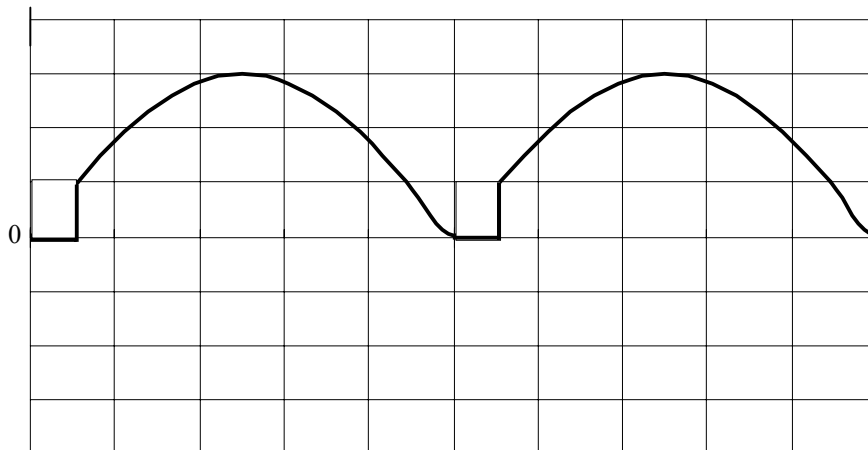

Figure 2
A.2/ A partir du chronogramme fourni figure 2, déterminer :